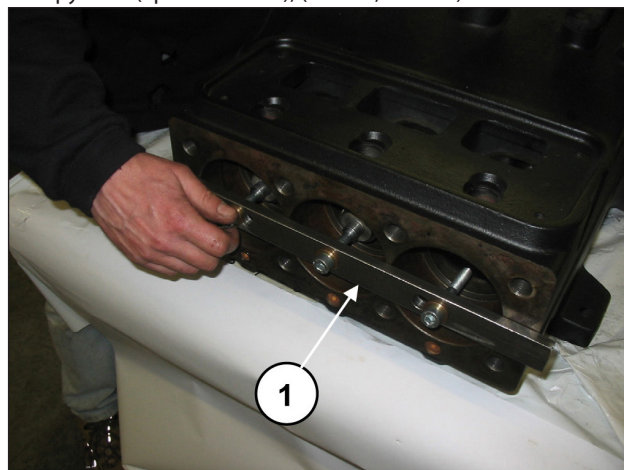

Рис. 26
Продвиньте половинки подшипников в сторону гидравлической части, чтобы коленчатый вал мог выйти. Для облегчения операции используйте специальный инструмент (арт. 27566200), (поз. ①, Рис. 26).